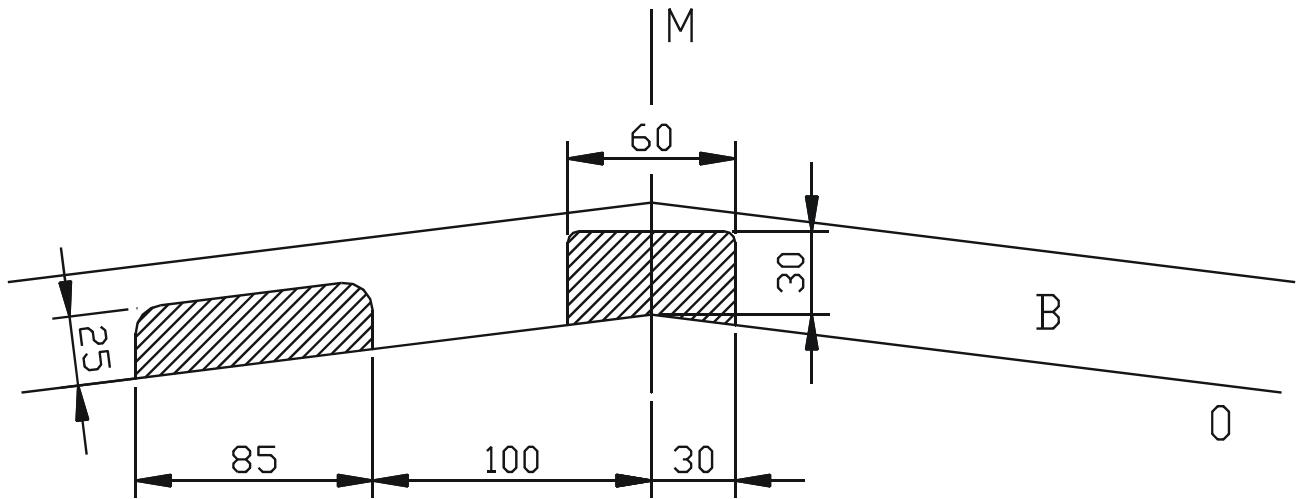

Fig.1
- 1) Visser le poussoir à ressort M10 dans l'écrou soudé de la plaque de prise selon figure 1, de sorte que seule le goujon dépasse de la plaque.
- 1) Screw the spring press bolts M10 in the welded nut of the plug plate according to figure 1. Make sure that only the little ball comes over the plug plate.